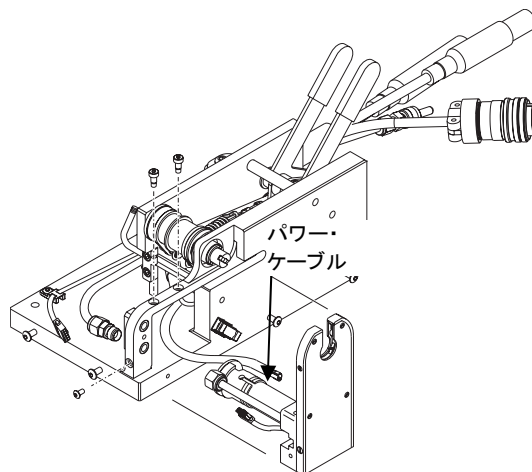

Figure 45 パワー・ケーブルの取り外し
18. プラスチック製モーター・ドライブ・ハウジングからパワー・ケーブルを外します。**Fig.45**をご参照ください。